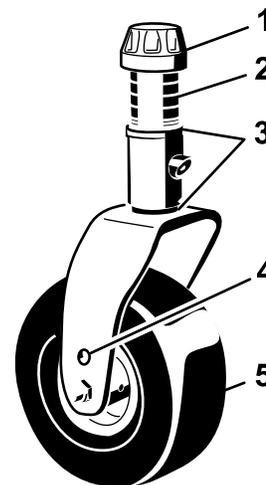
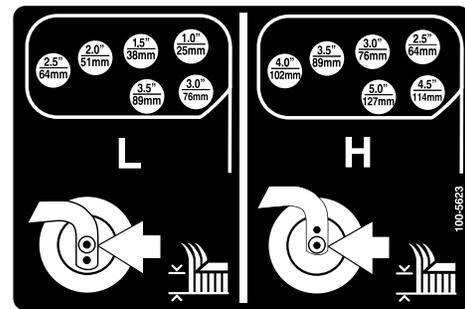
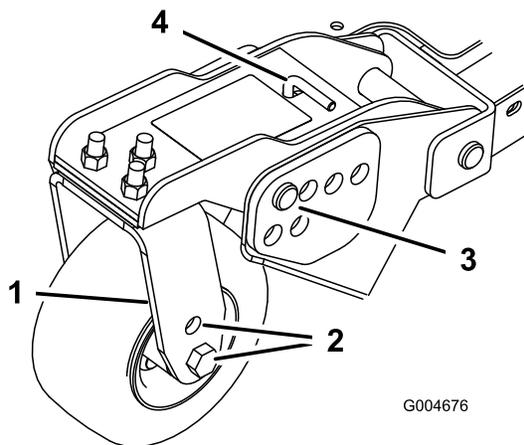

Bild 20
Bild 23
Bild 22
1. Stecken Sie die Laufradachsen in allen Gabeln in die gleichen Löcher (Bild 20 und Bild 22). Siehe die nachstehende Tabelle, um das richtige Loch für die jeweilige Einstellung festzustellen.
2. Entfernen Sie die Spannkappe von der Spindelwelle (Bild 20) und ziehen die Spindel aus dem Laufradarm heraus. Ziehen Sie zwei Beilagscheiben (3 mm) so auf die Spindelwelle, wie sie ursprünglich montiert waren. Diese Beilagscheiben sind erforderlich, um alle Mähwerke über die Breite auf ein Niveau zu bringen. Ziehen Sie die erforderliche Anzahl von 13 mm Distanzstücken (siehe die nachstehende Tabelle) auf die Spindelwelle, um die gewünschte Schnitthöhe herbeizuführen; ziehen Sie dann die Scheibe auf die Welle auf.
4. Entfernen Sie den Splint und den Lastösenbolzen von den Laufradgelenkarmen (Bild 22).
5. Drehen Sie die Spannstange, um den Gelenkarm anzuheben oder abzusenken, bis die Löcher mit den ausgewählten Löchern in der Schnitthöhenhalterung im Mähwerkrahmen ausgerichtet sind (Bild 22 und Bild 23).